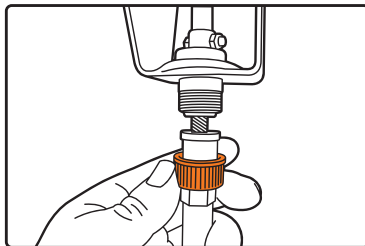

Рис. 10
- Соедините другой конец гибкого вала с рычагом поворота желоба, расположенном на панели оператора, зафиксируйте соединительной гайкой (рис. 10)